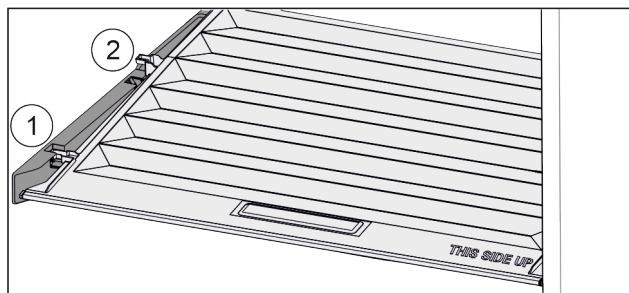

Fig. 103
- ▶ Deslice la tapa hacia delante hasta la abertura de las piezas de sujeción Fig. 103 (1).
- ▶ Levántela por detrás desde abajo y retírela tirando hacia arriba Fig. 103 (2).